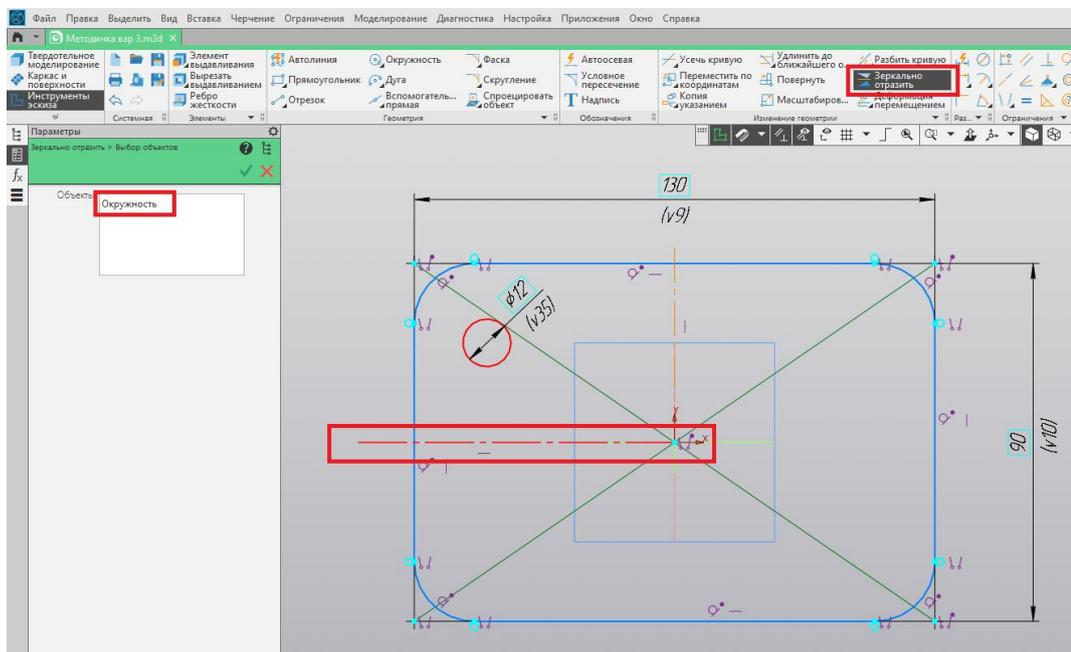

Рис. 135
7. Отображаем окружность относительно первой осевой линии при помощи команды «Зеркально отобразить». Затем отражаем две окружности относительно второй осевой линии (рис. 135).